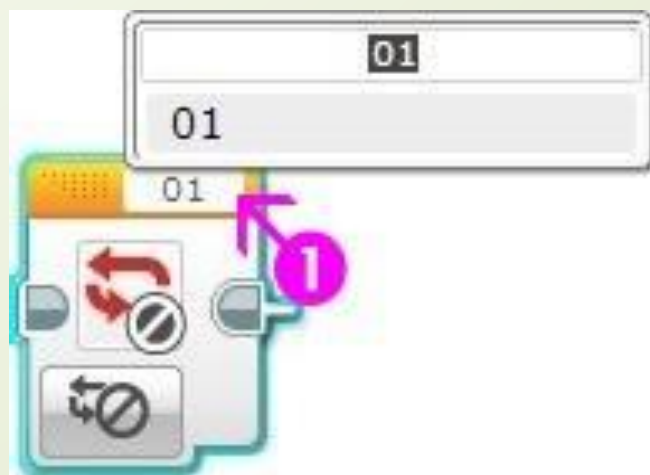

Рис. 7
- За основу решения данной задачи возьмем программу, решающую **Задачу №1**. При решении **Задачи №2** нам потребуется прервать выполнение цикла. Этой цели служит программный блок **"Прерывание цикла"** Оранжевой палитры. С помощью данного блока можно организовать выход из цикла, заданного параметром **"Имя прерывания"** (Рис. 7 поз. 1).